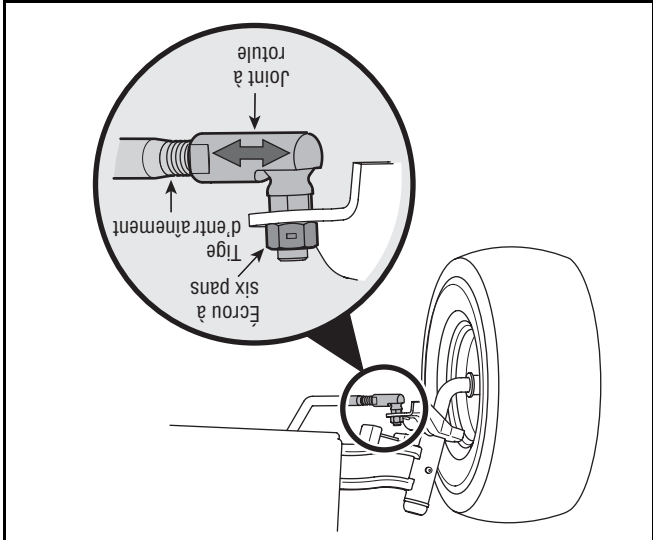

Figure 16
1. Enlevez l'écrou hex. sur le dessus du joint à rotule. Voir la Figure 16.